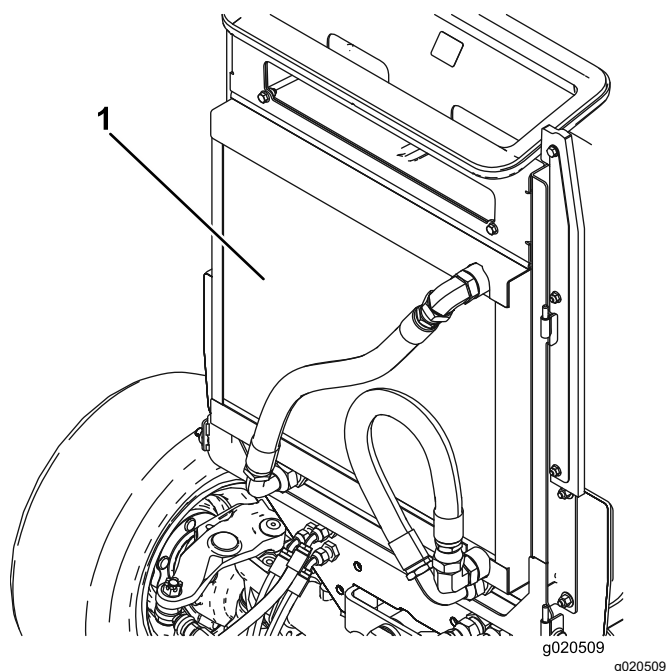

図 100
4. オイルクーラとラジエーターの両方の裏表 図 100 を圧縮空気で丁寧に清掃する。前側から清掃を始め、車体後方に向けてごみを吹き飛ばす。その後、今度は後ろ側から前側に向かって吹きつけ